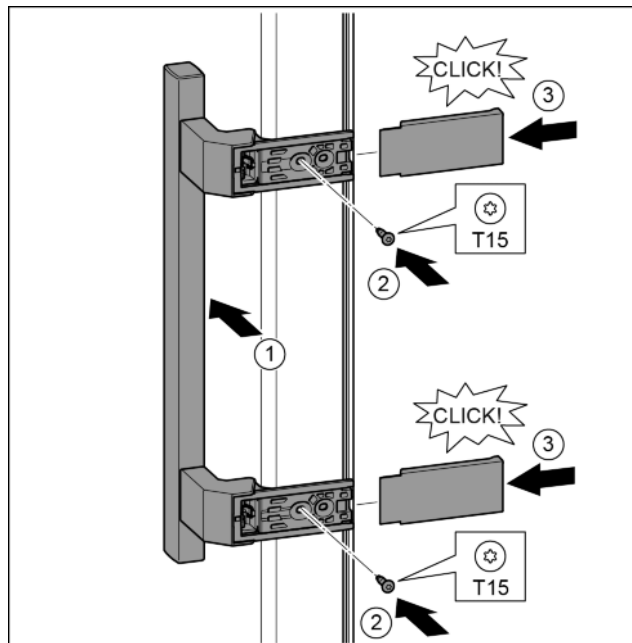

Fig. 16
- Założyć uchwyt po przeciwległej stronie. Fig. 16 (1)
- Śruby przykręcić przy pomocy śrubokręta T15. Fig. 16 (2)
- Osłony założyć z boku i wsunąć. Fig. 16 (3)